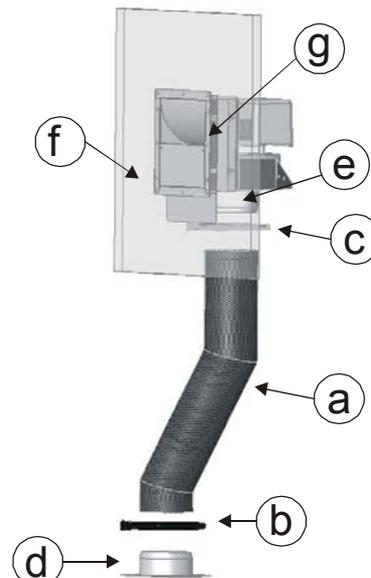

Рисунок 1– Подсоединение труб
Перед установкой КОМПЛЕКТА COMFORT AIR естественной или принудительной вентиляции убедиться в подготовке материала как следует ниже (рис.1):
1. **При установке системы естественной вентиляции:** подсоединить гибкие трубы (a) и фланцы (d) $\varnothing 150$, к соединительным патрубкам, размещенным в верхней части моноблока (рис.1).